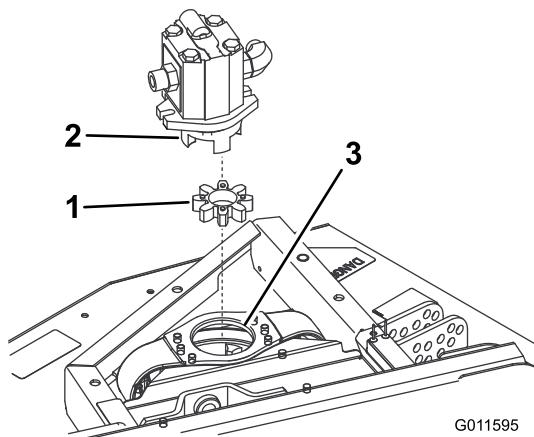

Figure 2
- Retirez le l'amortisseur en étoile en élastomère de l'accouplement de poulie intérieur. Vérifiez son usure et remplacez-le le cas échéant. S'il est en bon état, mettez-le de côté pour le montage sur le nouveau plateau avant (Figure 2).
Remarque: Vérifiez l'usure du moyeu de l'amortisseur en étoile et remplacez-le au besoin (Figure 2).